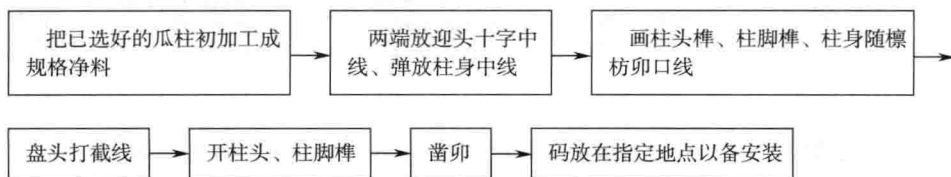

图 1-12 瓜柱工艺流程
(1) 工艺流程，如图 1-12 所示。
(2) 首先在已经刨好的瓜柱方料两端画上迎头十字中线，每一端的两条十字中线要垂直平分。两端对应的中线要互相平行。把迎头十字中线弹在柱子长身上，按柱方的 $1/10$ 在身上弹出四角滚楞线。